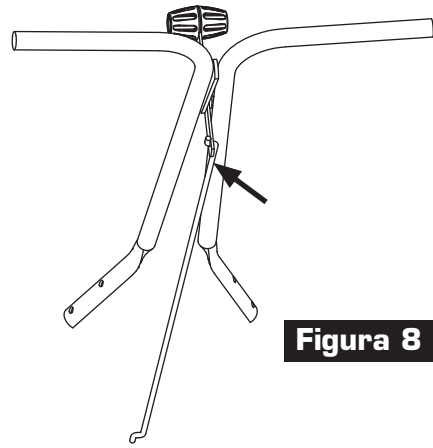

Figura 8
8. Instale la conexión a la palanca como se muestra en la Figura 8.